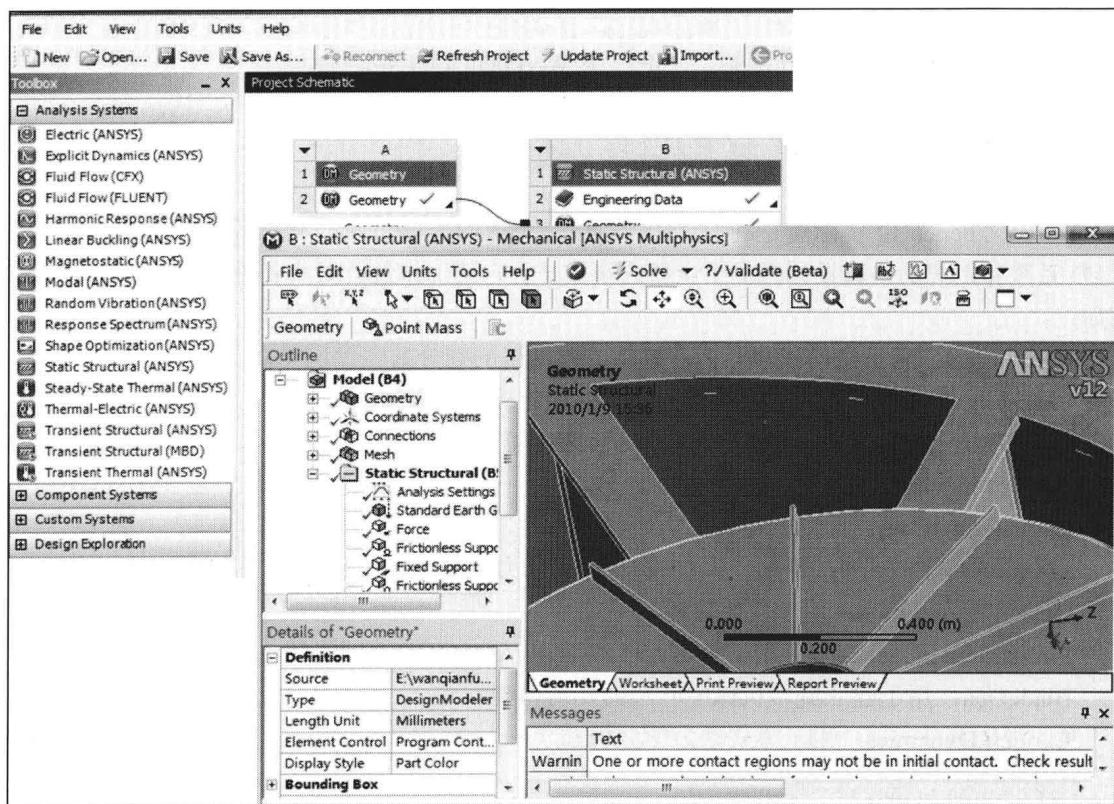

图 1-2 数据集成应用
- 数据集成应用：从 Mechanical、Mechanical APDL、FLUENT、CFX、AUTODYN 等下运行，如图 1-2 所示。